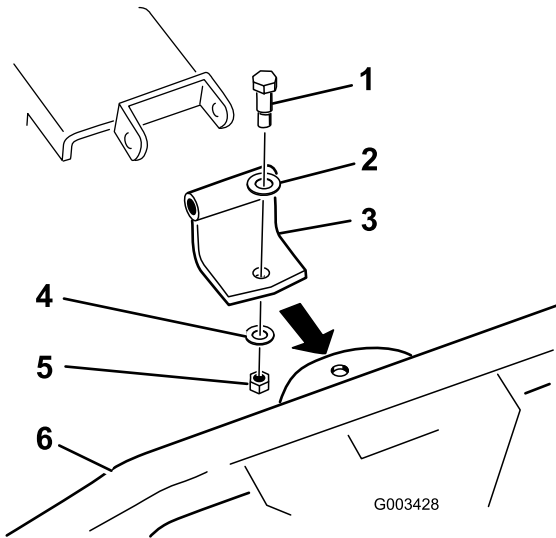

図3
1. 図3のように、スプリングブレーキに湾曲ピボットブラケットを取り付ける。